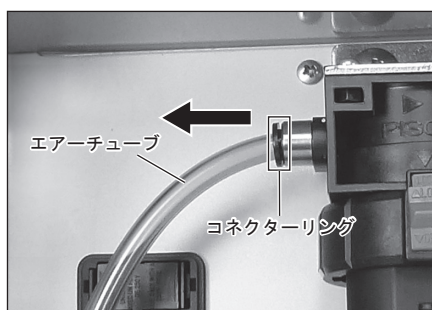

図 31
- 2) エアフィルターのコネクターリングを押しながらエアチューブを引き抜きます (図 31)。